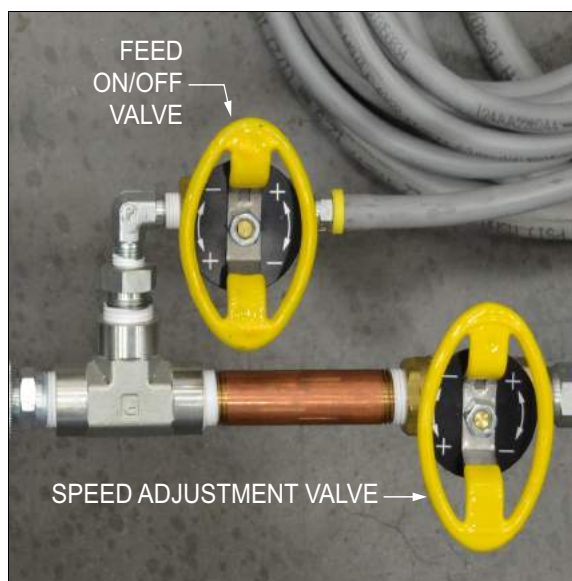

FIGURE 4-2. SOUPAPES D'USINAGE PNEUMATIQUE
6. Tournez le bouton de réglage de la vitesse d'avance sur l'avance minimum ou sur le réglage souhaité, si vous le connaissez (Figure 4-2).
7. Mettez l'avance en marche et réglez la vitesse d'avance souhaitée pour la coupe (Figure 4-2).